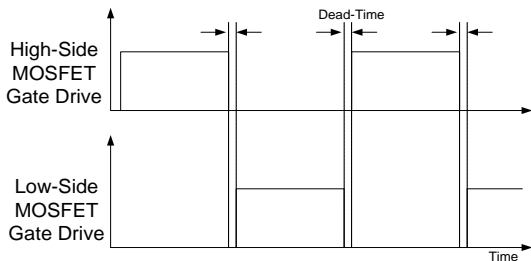

图 18. MOSFET 栅极驱动信号
**1. 基本操作:** FSFR-HS 系列设计为驱动高侧和低侧 MOSFET，分别占 50% 占空比。在连续转换期间引入了固定死区时间 350 ns，如图 18 所示。